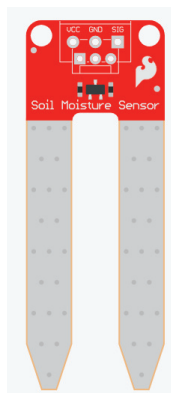
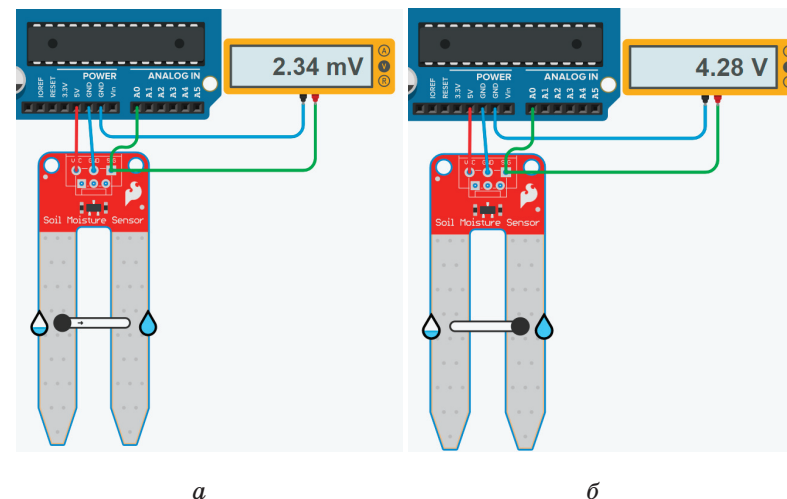

Рисунок 10.5 – Аналоговый датчик влажности
Рисунок 10.6 – Подключение аналогового датчика к микроконтроллеру
- EXTERNAL: внешний источник опорного напряжения, подключенный к выводу AREF (рисунок 10.5).
Рассмотрим пример получения данных с аналогового датчика влажности (рисунок 10.5), подключенного к микроконтроллеру (рисунок 10.6). На рисунке 10.5 видны основные выводы аналогового датчика: